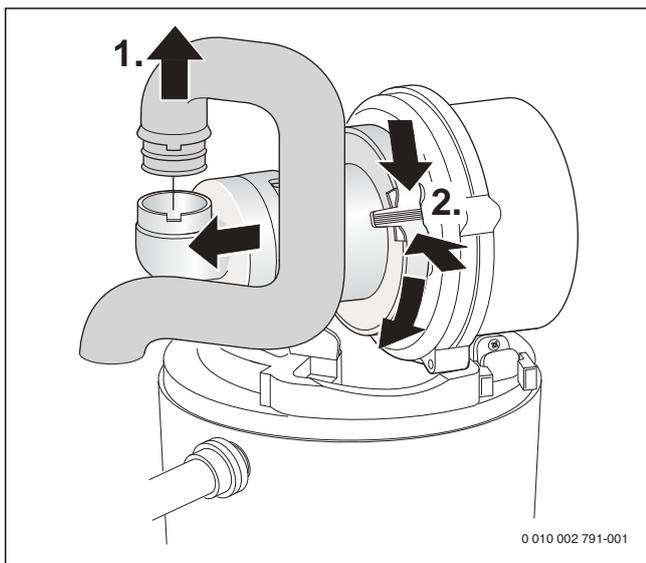

Рис. 46 Демонтаж всасывающей трубы и смесительного устройства
- ▶ Демонтируйте смесительное устройство (→ рис. 46).